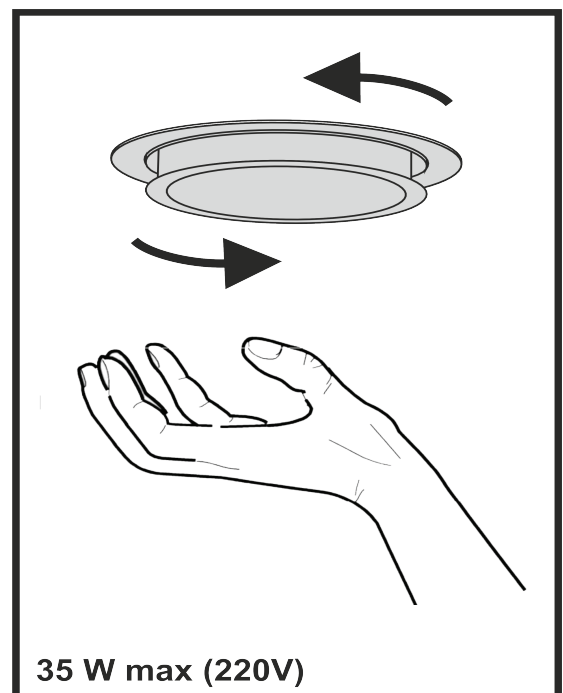

Рис.7
8.9 На вытяжке установлении галогенные лампы подсветки рабочей зоны плиты. Перед началом замены ламп освещения необходимо отключить вытяжку от электросети, дать возможность охладят лампам. Для замены лампы необходимо снять фильтры, отжать держателя патрона на себя, чтобы лампа вышла из корпуса вытяжки, удерживая держателя патрона, слегка надавит на лампу у направлении патрона и, повернул ее против часовой стрелки, вынуть (**рис.7**). Вместо нее необходимо установит новую с теми же характеристиками и установит фильтры.